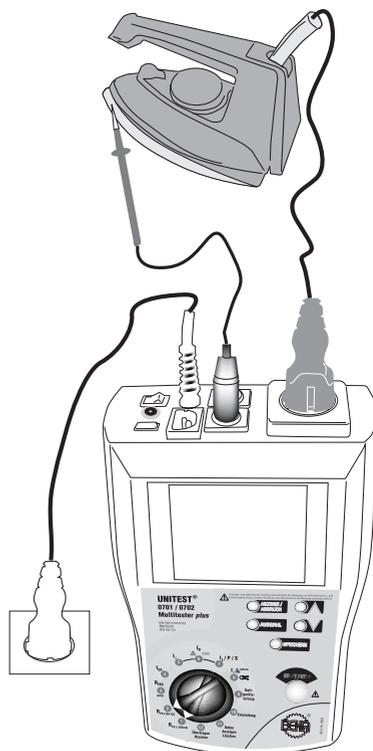

Bild 6.1: Messung des Schutzleiterwiderstandes
- ▶ Schließen Sie den 0701/0702-Multitester *plus* mit dem Netzanschlusstecker (1) an eine funktionsfähige und ordnungsgemäß angeschlossene Schutzkontakt-Netzsteckdose an.
- ▶ Schalten Sie das Gerät mittels EIN/AUS-Schalter (16) ein.
- ▶ Stellen Sie den Drehschalter 'Messfunktion' (10) auf die Schalterstellung 'RPE ( $\pm 200$  mA)' (Funktion 1) oder "RPE (10 A AC)" (Funktion 2).
- ▶ Stecken Sie die Messleitung (Prüfanschluss) in die Buchse "Sonde" (3). Ohne eingesteckte Messleitung lässt sich die Messung nicht starten, in der LC-Anzeige blinkt nach dem Starten der Messung das Symbol "Sonde" (21).
- ▶ Drücken Sie die Taste "AUSWAHL" (11), die Messzeitanzeige (25) blinkt.
- ▶ Stecken Sie den Netzstecker des Prüflings in die Prüf-/Netzsteckdose (4).
- ▶ Verbinden Sie den PE-Prüfanschluss 'Sonde' (3) mit berührbaren leitfähigen Gehäuseteilen des Prüflings entsprechend Bild 6.1, achten Sie auf guten Kontakt mit der Oberfläche der Gehäuseteile.
- ▶ Drücken Sie die Taste "START/STOP" (9). Die Messung wird gestartet, das Symbol "AKTIV" (26) erscheint im Display.
- ▶ Lesen Sie den Messwert von der LC-Anzeige (5) ab. Die Symbole 'OK' (32) oder ' $\triangle$ ' (33) zeigen eine Einhaltung bzw. Überschreitung des eingestellten Grenzwertes an.